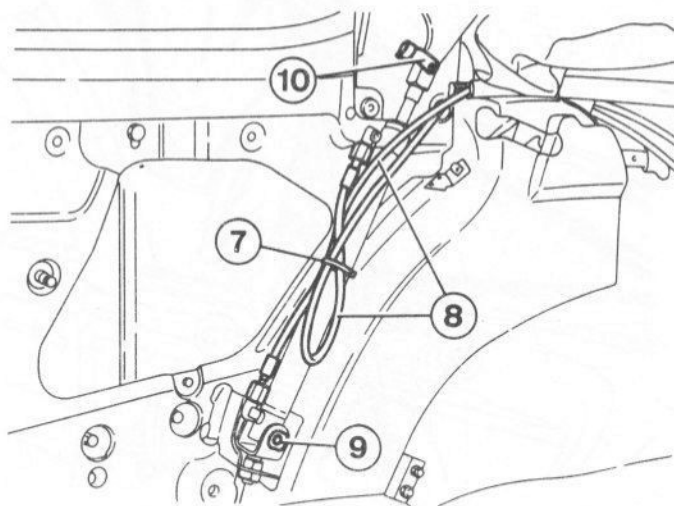

Fig. 13.131 Attaches du vérin et acheminement du tuyau de liquide hydraulique de la capote – modèles Cabriolet, capote à commande motorisée (Sec 21)
49 Couper la sangle (7) Fig. 13.131, pour libérer le tuyau de liquide hydraulique.